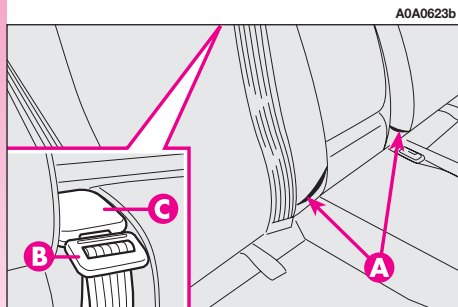

fig. 20
– vérifier que les boucles des ceintures de sécurité latérales soient introduites dans les poches correspondantes sur le dossier (**A-fig. 20**) et la languette (**B**) de la ceinture centrale abdominale soit introduite dans le support (**C**).